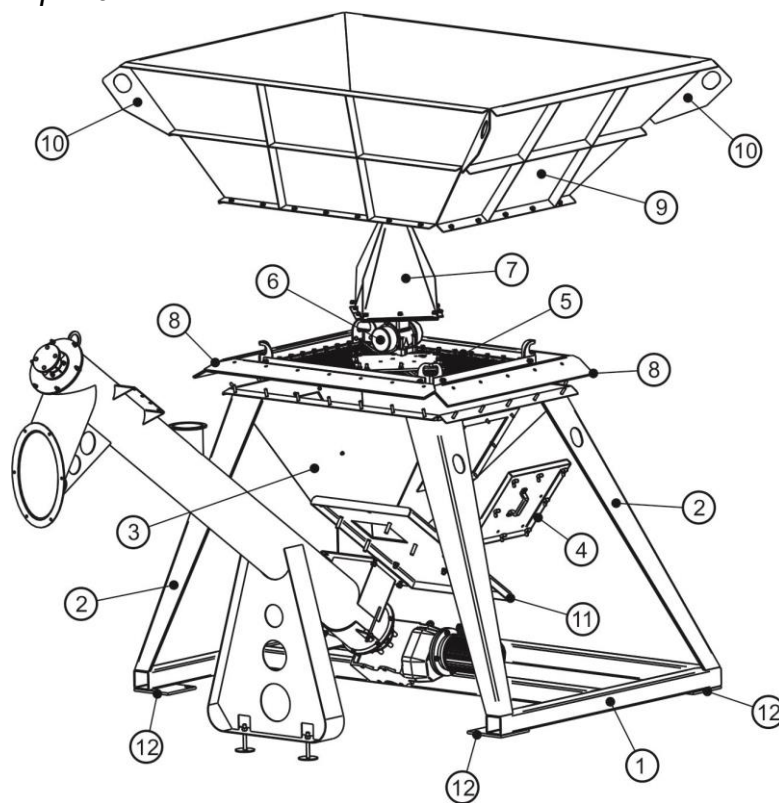

Рис.16
Бункер сырья (Рис.16) состоит из: рамы (1), опор (2), нижней (несъемной) части емкости (3), в боковых стенках которой имеются люки обслуживания, закрытые крышками (4). На отбортовке нижней (несъемной) части емкости (3) установлена решетка просеивания, которая в свою очередь состоит из перфорированных элементов (5), в центре которых установлен электромеханический вибратор (6) ИВ-99Б.